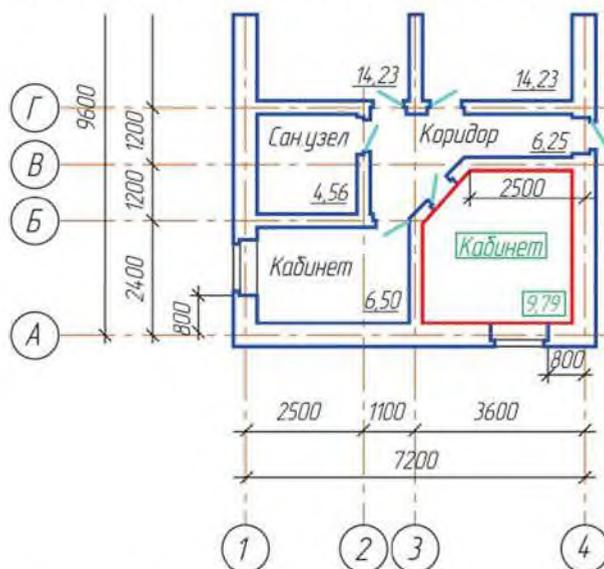

Рисунок 13.10 Создание помещений на чертеже
1. Вызовите команду *Помещение* в панели инструментов *Библиотеки проектирования зданий и сооружений: АС/АР*. В *Панели свойств* введите наименование помещения. Подведите курсор мыши внутрь помещения. Контур помещения подсветится красным цветом (рисунок 13.10). Выберите положение маркера помещения и щелкните ЛК мыши. Помещение будет создано.